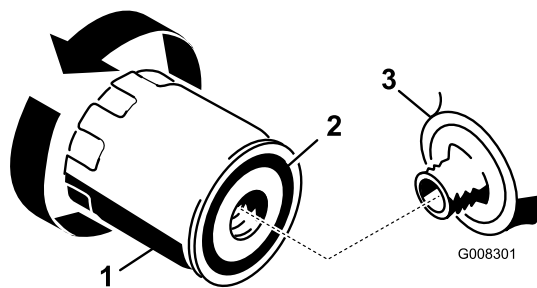

Figure 24
- Déposez le filtre à huile usagé et essuyez la surface du joint de l'adaptateur (Figure 24).
- Appliquez une fine couche d'huile moteur neuve sur le joint en caoutchouc du filtre de rechange (Figure 24).
- Serrez alors de 1/2 à 3/4 de tour supplémentaire (Figure 24).